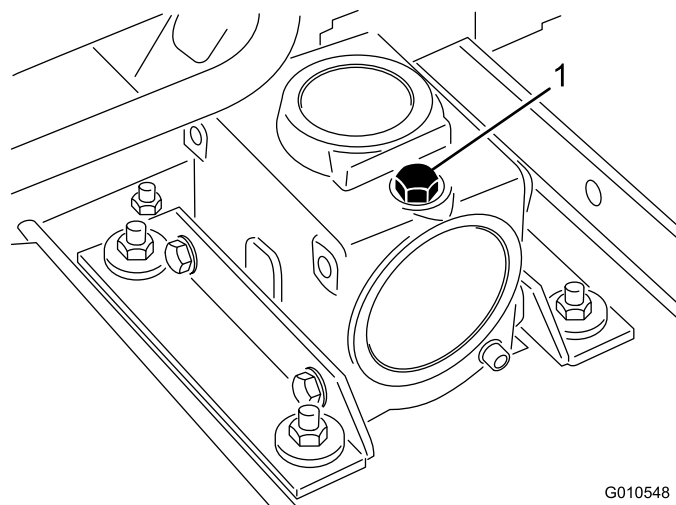

Figure 10
2. Retirez la jauge/le bouchon de remplissage du haut du boîtier d'engrenages (Figure 10) et vérifiez que le niveau de lubrifiant se situe entre les repères de la jauge. Si le niveau de lubrifiant est bas, ajoutez suffisamment de lubrifiant pour faire monter le niveau entre les repères.